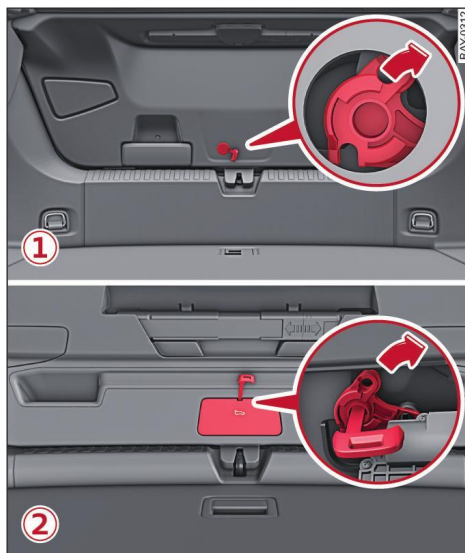

Fig. 30 Portón del maletero, lado interior: Acceso al desbloqueo de emergencia ① berlina, ② Sportback
- Válido para: berlina: saque la cubierta que hay en el guarnecido del portón del maletero haciendo palanca con la llave de emergencia ① ⇒ *fig. 30*.
- Válido para: Sportback: saque la cubierta  que hay en el guarnecido del portón del maletero haciendo palanca con la llave de emergencia  ② ⇒ fig. 30.